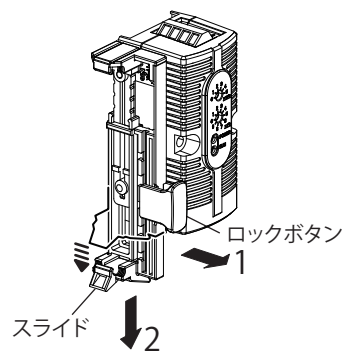

図1
1. ロックボタンをカチッと音がするまで引っ張り、スライドのロックを解除してください。(図 1)